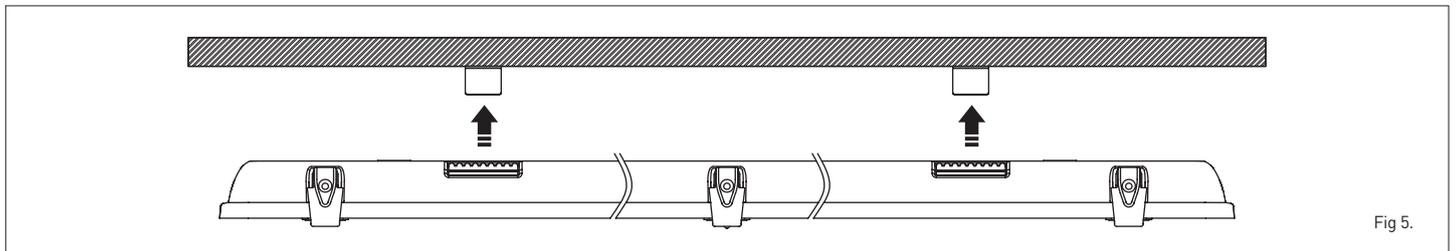

Fig 5.
6. Clip the base into the mounting brackets (Fig 5).
6. Accrochez la base dans les supports de montage (fig. 5).